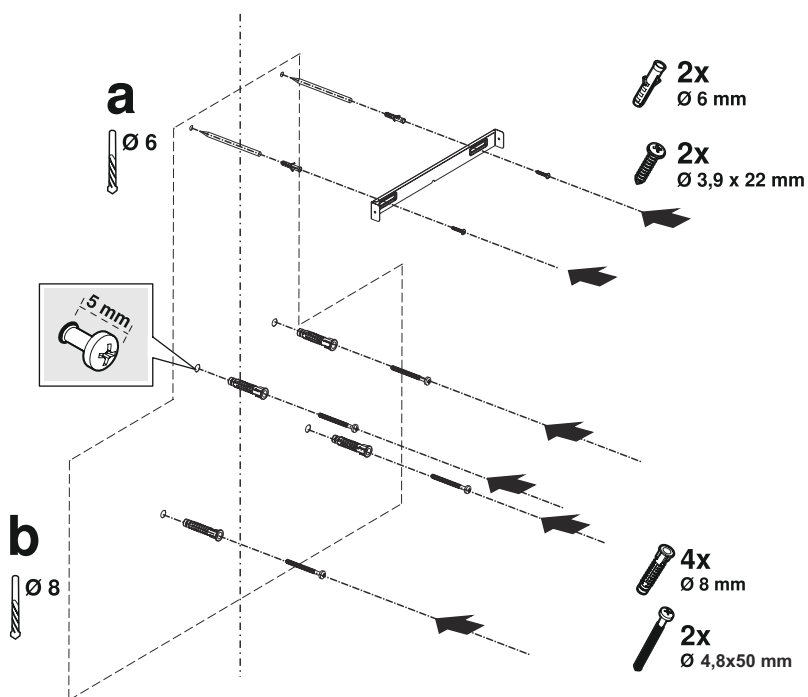

Fig. 11
3. ➤ For at bore hullerne ud til emhætten skal du klæbe monteringskabelonen på overfladen, hvor enheden skal monteres og markere monteringshullerne (Fig. 11/b).
4. ➤ Bor ud til vinkelbeslagene med et Ø8mm bor og bank raw-plugsne ind i væggen (Fig. 11/b).
Skr 2 stykker 4,8x50 ophængsskruer i med et mellemrum på 5 mm mellem skruehovedet og væggen (Fig. 11/b).